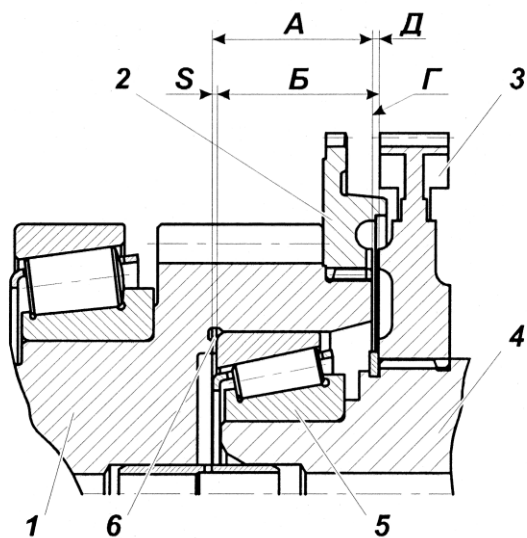

Рис. 111:
1. Подобрать необходимое количество установочных прокладок для обеспечения взаимного положения первичного и вторичного валов с монтажным размером $D=0,3$ мм (рис. 111), для этого: